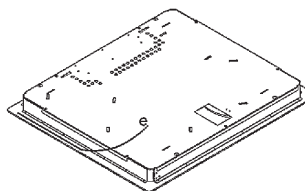

рис. 10
1. Переверните варочную панель. Снимите защитную пленку с уплотнения. Правильно расположите уплотнение «е» (Рис. 10) под варочной панелью. Убедитесь, что уплотнение располагается так, что его внешняя кромка совмещается с внешним периметром варочной панели. Концы уплотнения должны совмещаться без нахлеста.
2. Ровно приклейте уплотнение к варочной панели. Прижмите его пальцами (Рис. 10).